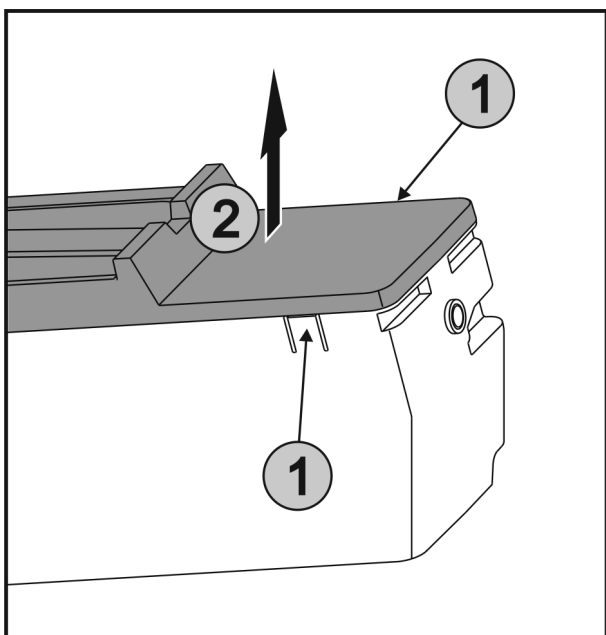

Fig. 39
- ▶ Stlačte západky Fig. 39 (1) na obou stranách EasyTwist-Ice současně a sejměte kryt Fig. 39 (2) směrem nahoru.